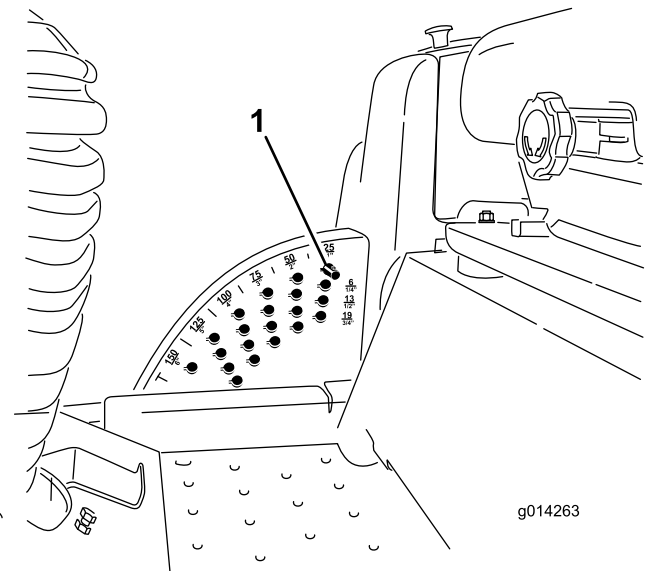

図 18
注 デッキ（アタッチメント）を上昇位置にロックするには、デッキを15 cmを超えた高さまで上昇させ、刈高ストップピンを外し（「刈高の調整」を参照）、ピンを15 cmの刈高位置に差し込みます（図 18）。
1. エンジンが回転している状態で、デッキ昇降スイッチの後側を押し、デッキが完全に上昇したら **直ちにレバーから手を離す**（図 18）。
2. ストップピンについているロールピンを回してピンと刈高設定穴のスロットとが整列したところでピンを抜き取る（図 18）。
3. 刈高ブラケットについている穴から、希望する刈高に対応する穴を見つけ、その穴にピンを通し、ピンを回してロックする（図 18）。
注 刈高設定穴は、扇形の外周に一番近い段から全部で4段（列）あります（図 18）。外周側の列は、外周部に刻印されている通りの刈高の穴です。2 列目の穴は、1 列目の刈高よりも 6 mm 高い刈高となります。3 列目の穴は、1 列目の刈高よりも 12 mm 高い刈高となります。4 列目の穴は、1 列目の刈高よりも 18 mm 高い刈高となります。刈高 158 mm だけは例外で、2列目のはずれにあります。この穴にセットすると 刈高 158 mm となります（6 mm アップにはなりません）。